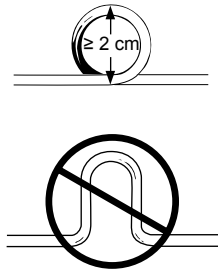

Figura 4. Enrollamiento de la parte sobrante del electrodo.
- Enrolle la parte sobrante del cuerpo del electrodo formando un bucle circular mayor de 2 cm de diámetro. No cree un bucle o una curvatura en forma de U (Figura 4). Un bucle circular reduce la posibilidad de interferencias electromagnéticas y sus efectos e impide que el cuerpo del electrodo se retuerza y sufra daños.